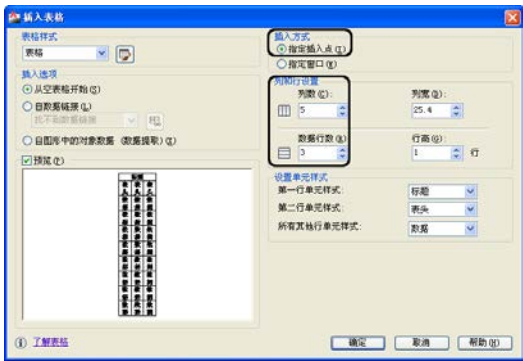

图 7.42 【插入表格】对话框
(4) 单击【继续】按钮，打开【新建表格样式】对话框，选择【单元样式】列表框中的【数据】。
(5) 在【文字】选项卡中单击【文字样式】下拉列表后的按钮，打开【文字样式】对话框，选择【宋体】，单击【应用】按钮。
(6) 在【文字高度】文本框中输入 6。
(7) 在【常规】选项卡中的【对齐】下拉列表中选择【正中】。
(8) 同样的方法，设置其他标签。单击【确定】按钮。
(9) 在【插入方式】选项区域选择【指定插入点】单选按钮；在【列和行设置】中设置【列】和【数据行】文本框中的值为 5 和 3，如图 7.42 所示。